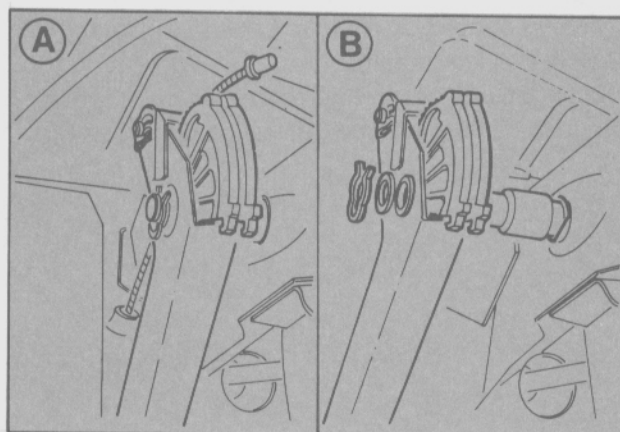

Fig. 11 - A. Extracción del cable de embrague.
- Desenganchar el cable de embrague del segmento dentado del mecanismo de ajuste automático (Fig. 11 A).
- Retirar el retén elástico y la arandela del eje del pedal; quitar el conjunto de pedal completo con el mecanismo de ajuste automático (Fig. 11 B).